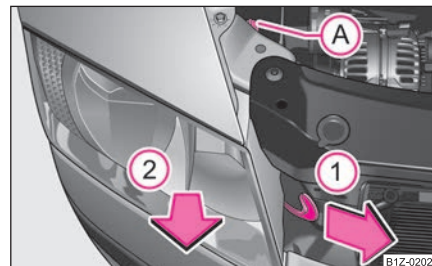

Fig. 227 Desmontaje del faro principal
- Desenrosque la tuerca de plástico (A) ⇒ fig. 227.
- Tire de la palanca de seguridad del faro en sentido de la flecha ① hasta el tope.
- Separe el conector y saque con cuidado el faro en el sentido de la flecha ②.